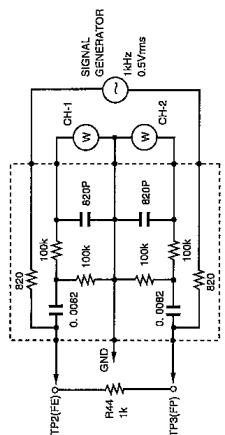

Figure 29-4
*2: Apply sine wave (Oscillation Frequency: 1.0 kHz 0.5 Vrms) as shown in Figure 29-4.
*2: Eine Sinuswelle wie in Abbildung 29-4 dargestellt zuleiten (Schwingungsfrequenz 1,0 kHz, 0,5 Veff).
*2: Appliquer une onde sinusoïdale (fréquence d'oscillation 1,0 kHz, 0,5 Vrms) comme indiqué dans fig. 29-4.